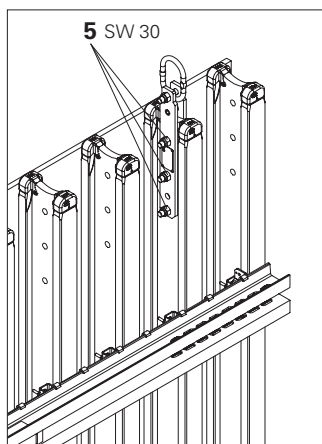

Fig. 04
4. Avvitare i tre dadi **(5)** in senso orario e serrare con chiave dinamometrica – 60 Nm. (Fig. 04)